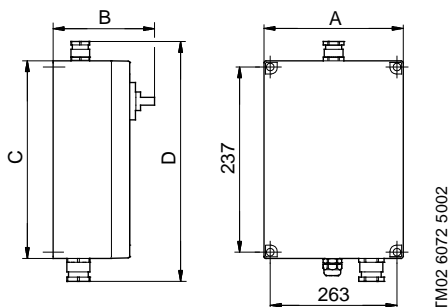

Fig. 6
- Remova a parte frontal do quadro e fixe a caixa de controlo a uma superfície plana com quatro parafusos a partir dos orifícios de montagem na chapa traseira do quadro, observe a fig. 6. Os buçins de entrada dos cabos para a bomba e bóia de nível devem estar dirigidas para baixo.